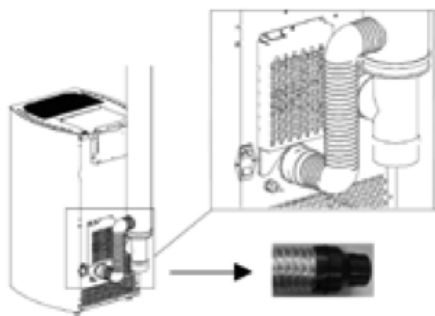
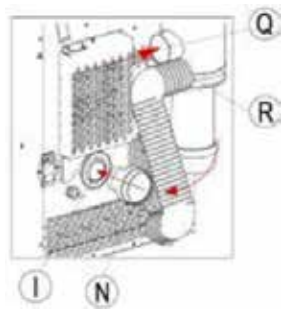

Fig. 9 - Tubo flessibile
Fig. 10 - Collegamenti
- Innestare il raccordo N nel tubo di ingresso aria I (vedi Fig. 9 e Fig. 10 ). Raccordare N con Q utilizzando un tubo flessibile che resista ad una temperatura di 100°C (consigliato tubo in alluminio flessibile).